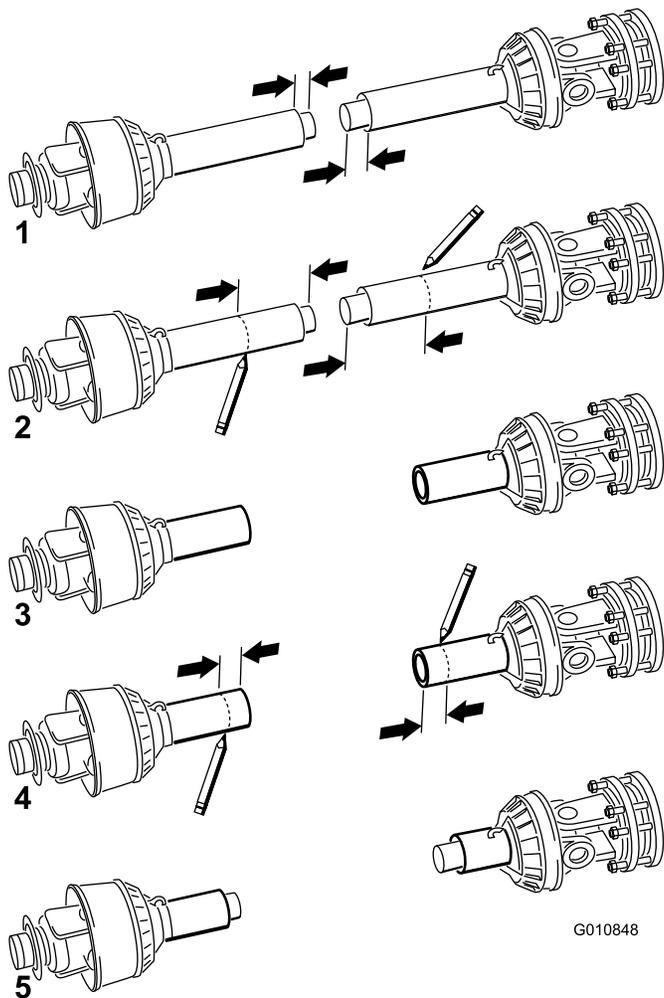

Figura 18
11. Separa las dos mitades del árbol de la TDF (Figura 18, ilustración 1).
12. Mida la distancia desde el extremo de cada tubo a su protector correspondiente (Figura 18, ilustración 1). Anote las distancias.
13. Usando las dimensiones determinadas en el paso 8, localice, marque y recorte el protector y el tubo de cada mitad de la TDF (Figura 18, ilustraciones 2 y 3).
14. Usando las dimensiones determinadas en el paso 11, localice, marque y recorte solamente los protectores para dejar expuestos los tubos (Figura 18, ilustraciones 4 y 5).